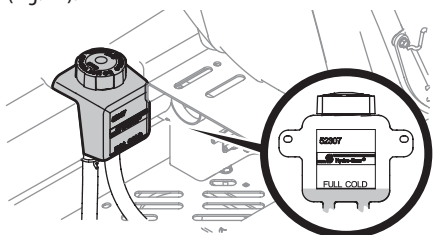

Fig. 42
1. Pivotez le siège du conducteur vers l'avant et nettoyez le bouchon du réservoir et la zone autour du bouchon pour éviter que des débris ne contaminent l'huile de transmission (Fig. 42).
2. Tournez le bouchon du réservoir dans le sens antihoraire pour le retirer, puis vérifiez le niveau d'huile dans le réservoir. L'huile doit être visible au fond de la coupelle, mais le niveau d'huile ne doit PAS être supérieur à la ligne « FULL COLD » (Fig. 42). NE REMPLISSEZ PAS LE RÉSERVOIR.